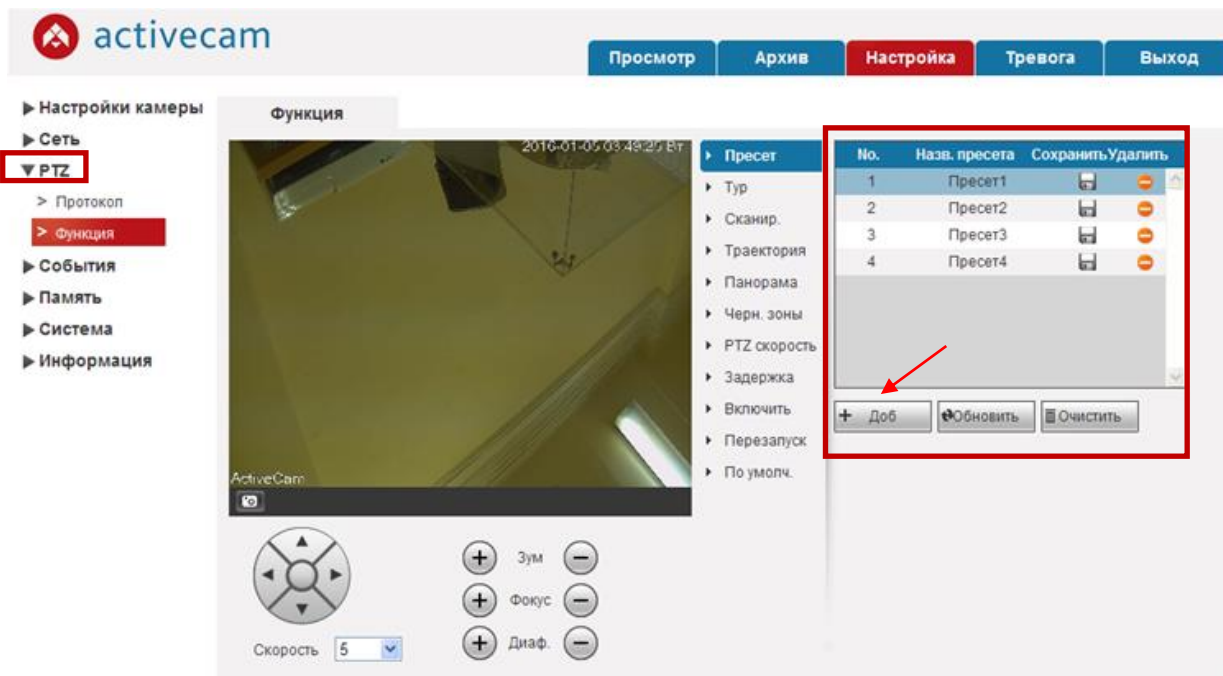

Рисунок 6.6 – Пример добавления пресетов в подразделе "Функция"
- Функция – настроить параметры встроенных функции поворотной IP-камеры для ее работы в автоматической режиме управления (рис. 6.6).
1) **Пресет** – позволяет сформировать точки предустановки камеры (пресеты), выбирая последовательно в кадре интересующие точки в соответствии с требуемым маршрутом и сохраняя информацию об их местоположении в кадре и параметрах объектива-трансфокатора для управления камерой в режиме автопатрулирования (рис. 6.6).
2. Нажимаем кнопку "Доб" – 1-я точка сохранена (рис. 6.6)